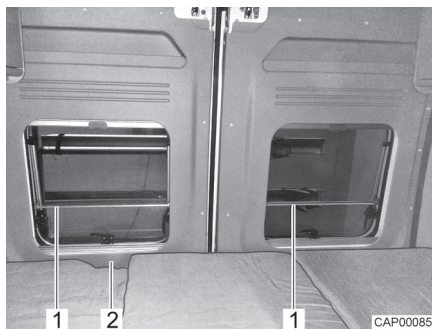

Fig. 32 Protezione anticaduta (letto longitudinale in coda)
- ▷ Le finestre delle porte di coda sono dotate di una protezione anticaduta (Fig. 32,1). La porta di coda può essere aperta dall'interno mediante la maniglia (Fig. 33,2).